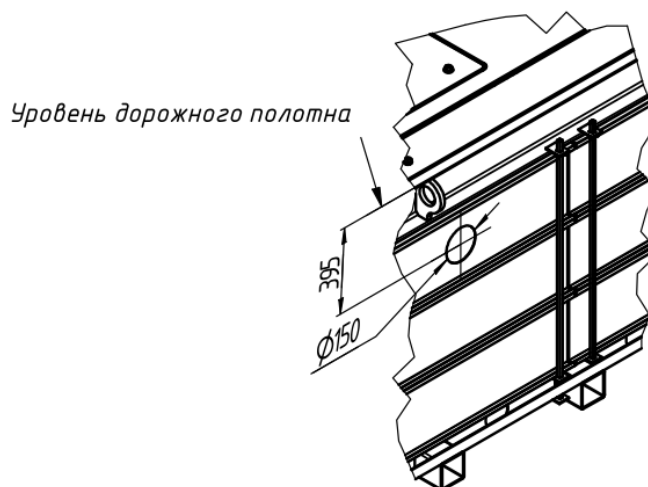

Рисунок 5
1.2.9. Проложить короб (например гильза из трубы ПНД Ду160) для подвода РВД и эл.кабелей в блокиратор. Отверстие $\varnothing 150$ мм для ввода РВД и эл.кабелей расположено на задней части блокиратора. Центр отверстия после установки блокиратора располагается на отметке 395 мм ниже уровня дорожного полотна (рис.5)